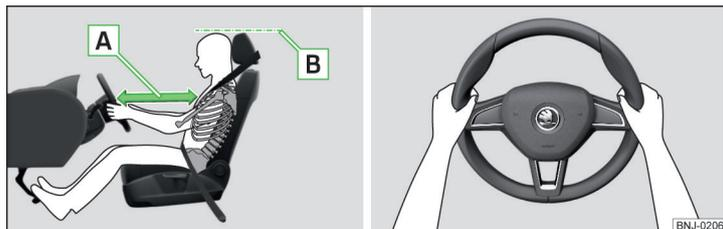

Fig. 2 Posição correta do banco do condutor / posição correta do volante
- ✓ Regular o volante, de forma a que a distância » Fig. 2 - A entre o volante e o esterno seja, no mínimo, de 25 cm.
- ✓ Regular o apoio de cabeça de modo, a que a parte superior do apoio fique, tanto quanto possível à mesma altura que a parte superior da sua cabeça » Fig. 2 - B (não se aplica para bancos com apoio de cabeça integrado).
- Durante a viagem, segure o volante com ambas as mãos, lateralmente e pela parte exterior nas posições das «9» e «3» horas » Fig. 2. Nunca segure o volante na posição das «12» horas ou de qualquer outra maneira (p. ex., pelo centro do volante, pelo interior do volante e semelhante). Caso contrário, no disparo do airbag poderão surgir ferimentos graves nos braços, nas mãos e na cabeça.
- ✓ Ajuste o encosto de cabeça, de modo a que a parte superior do encosto fique, tanto quanto possível, à mesma altura que a parte superior da sua cabeça » **Fig. 2 na página 12 - [B]**.
- ✓ Ajuste os apoios de cabeça, de modo a que a parte superior dos apoios fique, tanto quanto possível, à mesma altura que a parte superior da cabeça » **Fig. 2 na página 12 - [B]**.